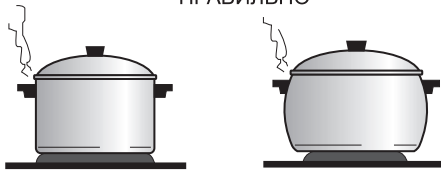

Рис. 4
- Для правильной работы плиты посуда должна иметь плоское дно, хорошо прилегающее к поверхности конфорки. Диаметр посуды должен равняться или быть немного больше диаметра конфорки (рис. 4).